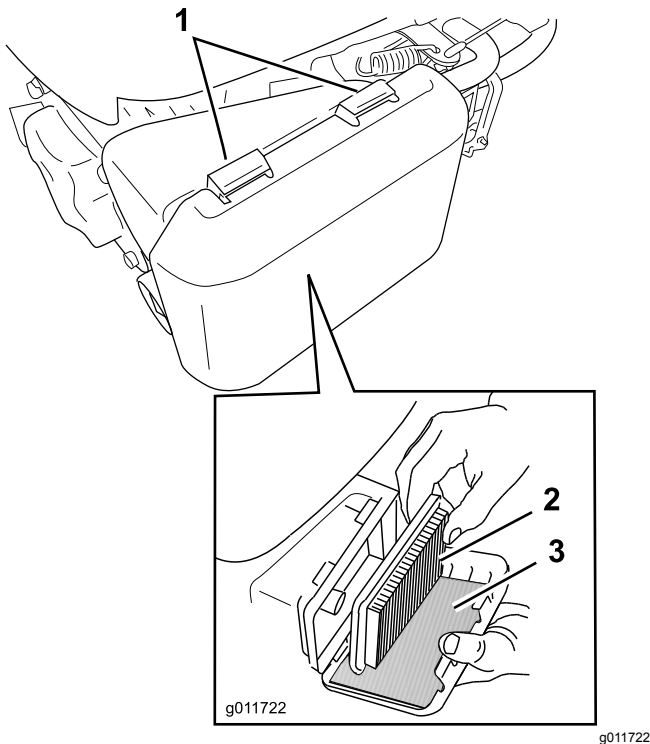

Bild 27
1. Drücken Sie die Verriegelungsnasen oben an der Luftfilterabdeckung nach unten (**Bild 27**).
3. Entfernen Sie den Papierfilter und den Schaumvorfilter (**Bild 27**).